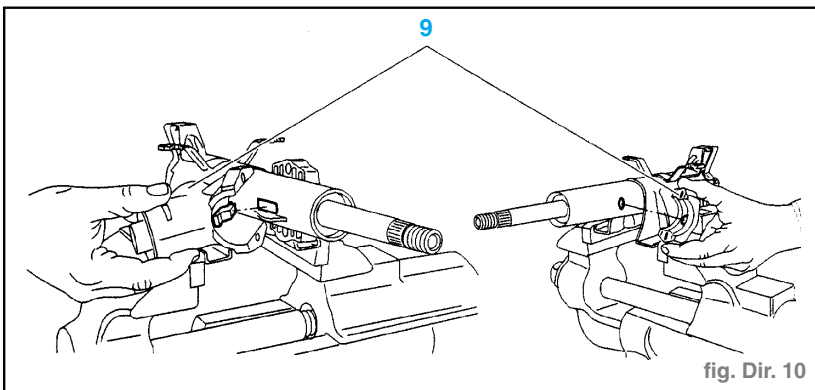

fig. Dir. 10
- Respecter l'indexage de l'antivol (9). (fig. Dir. 10)
- Placer les deux parties de l'antivol de direction en concordance avec les indexages. (fig. Dir. 10)